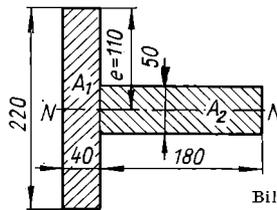

Bild 54
88. Die Arme eines Kegelrades haben T-Querschnitt (Bild 54). a) Wie groß ist das Trägheitsmoment für die Nulllinie N ? b) Wie groß ist das Widerstandsmoment? c) Welchen Beitrag in Prozent liefern die Flächen A_1 und A_2 zur Gesamtfläche und d) zum Gesamtträgheitsmoment?